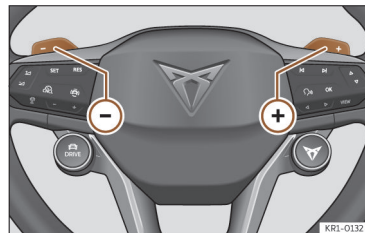

Abb. 107 Multifunktionslenkrad: Hebeln zur Energierückgewinnung.
>>> (Abb. 107). Die automatische Rekuperation wird durch Betätigung des Gaspedals wieder aktiviert.
- Wählen Sie die Energie-Rekuperationsstufe mit den Lenkradhebeln + oder - >>> (Abb. 107).